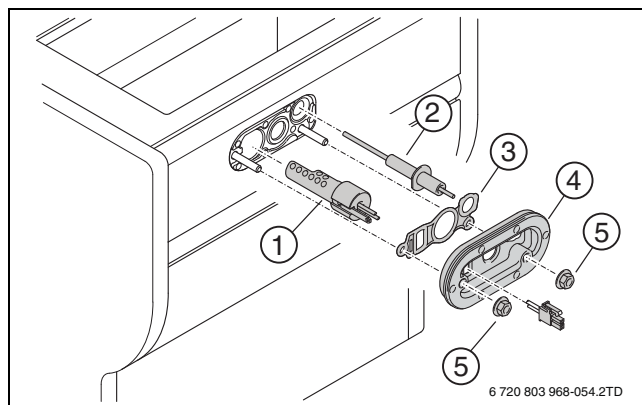

Bild 59 Austausch der Zündeinrichtung
- ▶ Alle 4 Jahre die Dichtung (→ Bild 59, [3]) und die Abdeckplatte mit Dichtung (→ Bild 59, [4]) ersetzen.